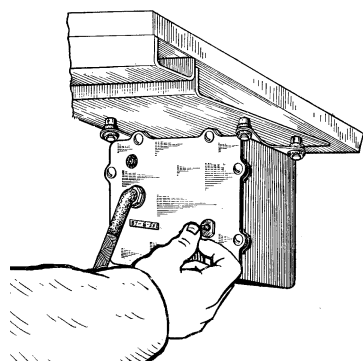

Рис. 80. Вмикання блоку живлення
- увімкнути блок живлення БТ-6-26Е (рис. 80);